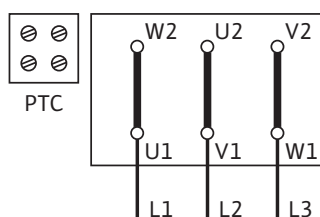

Fig. 45: Y-Δ-start (standard)
Koblingskjemaet for elektrisk tilkobling befinner seg i koblingsboksen (se også Fig. 45/46).
- Nettilkoblingen til klemmebrettet er avhengig av motorytelsen P_2 , nettspenningen og innkoblingstypen. Den nødvendige koblingen til forbindelsesbroene i koblingsboksen finner du i påfølgende oppstilling "Tab. 4: Tilordning av koblingsklemmer" på side 17 og i Fig. 45/46.
Y-Δ-start (Standard)	Forbindelsesbroer fjernes (Fig. 45)